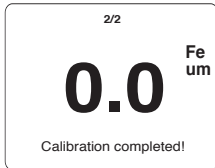

Figure 7
7. Soulevez l'instrument après 2 secondes. Zéro sera affiché (tel qu'indiqué à la figure 7).